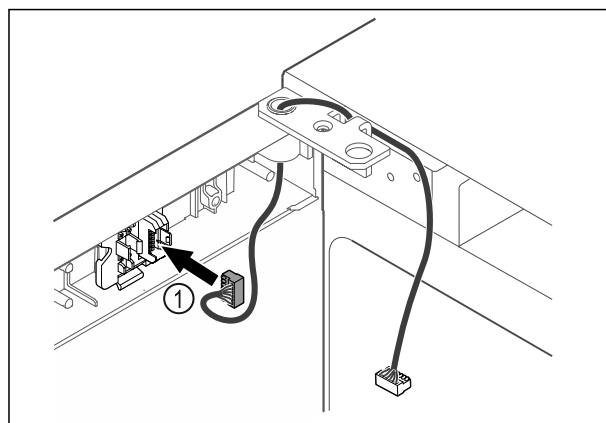

Fig. 58
- ▶ Sæt stikket Fig. 58 (1) i stikholderen.